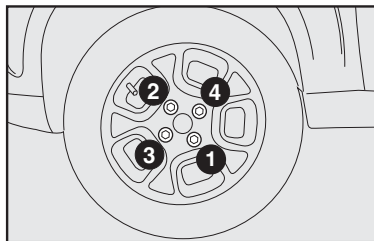

fig. 11
12) Apertar bem os parafusos, passando alternadamente de um parafuso ao outro diagonalmente oposto, de acordo com a ordem ilustrada na **fig. 11**.